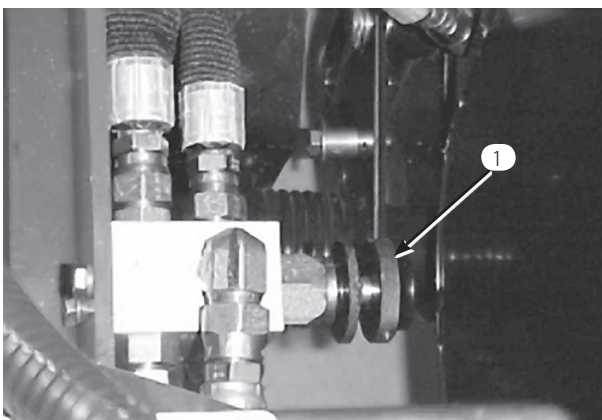

図 63
1. フードをあけると、調整バルブ（図63）はエンジンの後ろ側にある。